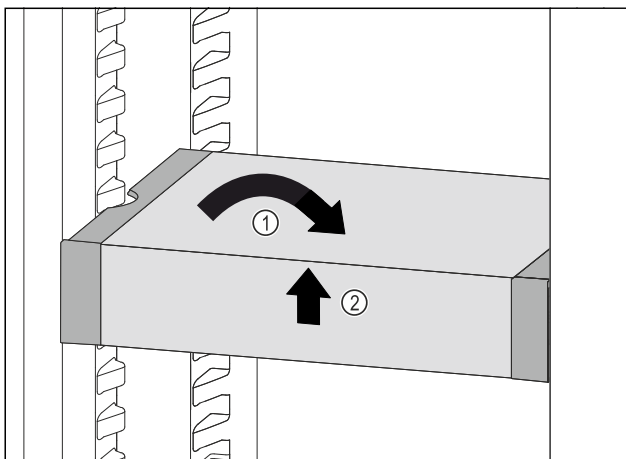

Fig. 80
- VarioSafe gerade stellen. Fig. 80 (1)
- VarioSafe vorne anheben. Fig. 80 (2)